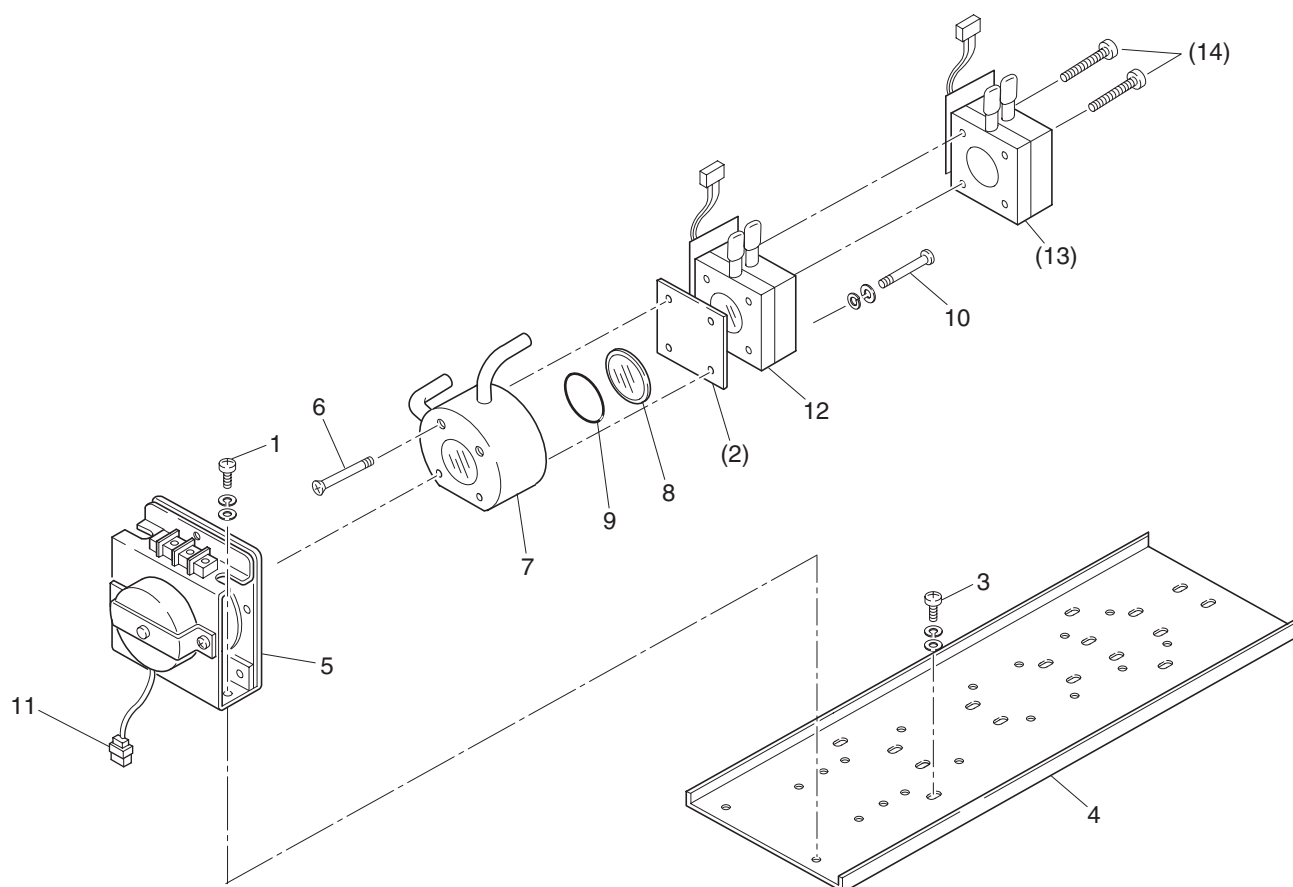

図 7-2 測定部の構成 (ブロックセル)
(2) ブロックセルの外し方 (図7-2 参照)
- ①①～④は「7.4.1」項(1)パイプセルの外し方と同じです。
- ⑤検出器の出力コードのコネクタをプリント板から外します。
- ⑥検出器を赤外線光源ユニットに取り付けている2本のねじ(図7-2のNo.10)を緩め検出器を測定部ユニットから外します。セルは検出器と一体になって外れます。
- ⑦セルを検出器に固定している2本のねじ(図7-2のNo.6)を緩め、セルを外してください。ブロックセルの一方の窓は、検出器とブロックセルの間に挟まっているだけで固定されていませんから、落とさないように検出器を上にして外してください。
- ⑧組み立ては分解と全く逆の順序で行ってください。